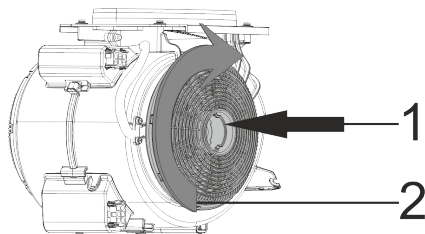

Fig. 6: *FILTRO A CARBONI*
- 1-Posizionare il filtro a carbone nella sua sede (Fig. 6).
- 2-Ruotando il filtro a carbone in senso orario, assicurarsi che esso sia completamente in sede (Fig. 6).